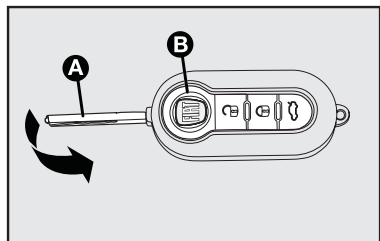

fig. 3
La llave **fig. 3** posee:
Para accionar la apertura centralizada de las puertas a distancia, apretar el botón 🔓-**fig. 3**. Las puertas y la tapa del baúl se destraban, la luz interna se enciende y las flechas efectúan una doble señalización luminosa.
- **fig. 3**. Las puertas y la tapa del baúl se traban, la luz interna se apaga y las flechas efectúan una única señalización luminosa.